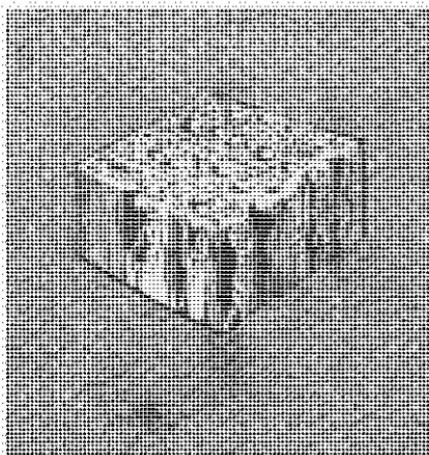

Рис. 109 Тонкопористое строение древесного угля.
**Адсорбция.** Древесный уголь после нагревания без доступа воздуха сохраняет тонкопористое строение древесины (рис. 109) и обладает очень большой поверхностью. Благодаря этому он имеет особые свойства, с которыми можно ознакомиться на опыте.